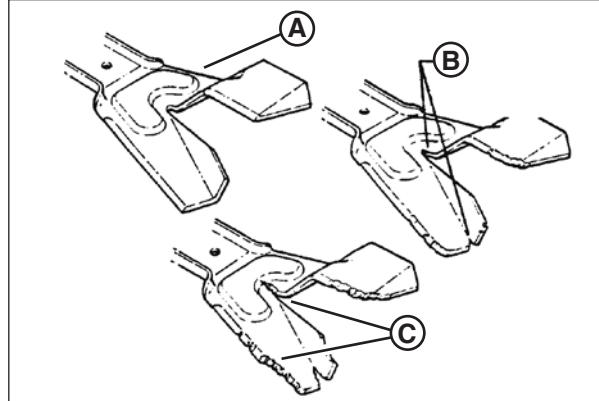

Figura 20: Límites de desgaste de la cuchilla Ninja
1. Inspeccione la cuchilla (**Figura 20**) frecuentemente en busca de señales de daños o desgaste excesivos:
- (A) Cuchilla nueva
- (B) Límite de desgaste (comienzan a aparecer grietas o ranuras en la punta)
- (C) ¡Condición peligrosa! No la use en el cortacésped. Cambie la cuchilla por una nueva.